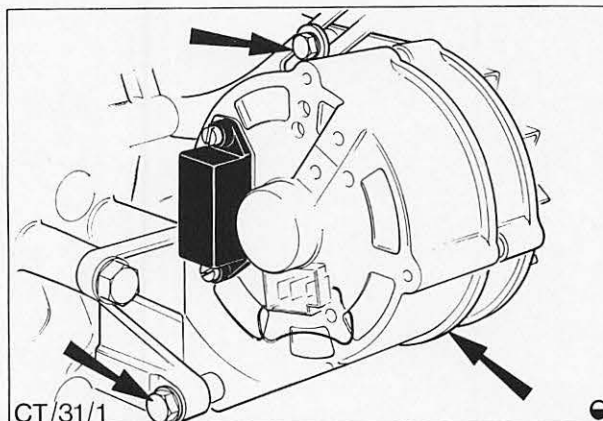

Abb. 15 Befestigungsschrauben – Drehstromlichtmaschine
4. Befestigungsschrauben der Lichtmaschine lösen, Abb. 15, und Lichtmaschine zum Motor hinschwenken.